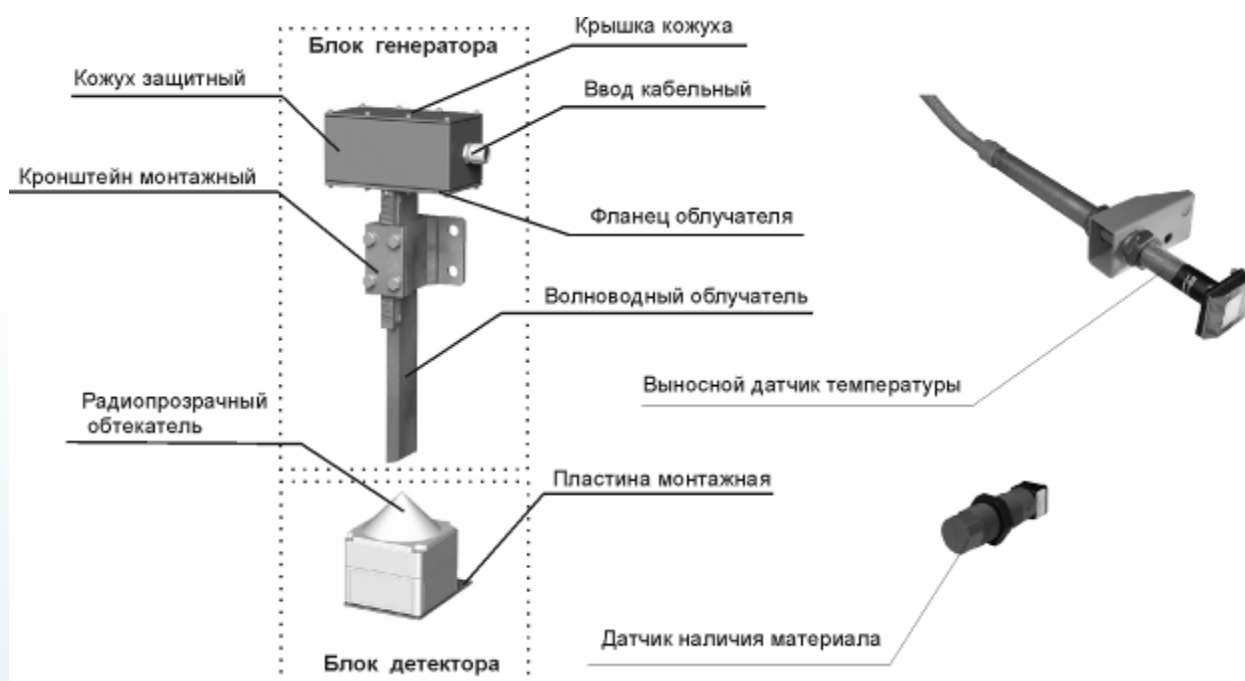

Рис. 1. Внешний вид блока сенсоров влагомера «Микрорадар-113АН»
4.1. ВНЕШНИЙ ВИД И УСТРОЙСТВО БЛОКА СЕНСОРОВ ВЛАГОМЕРА «МИКРОРАДАР-113АН» показан на рис. 1.